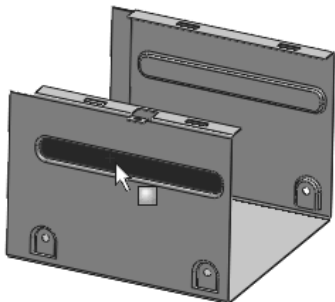
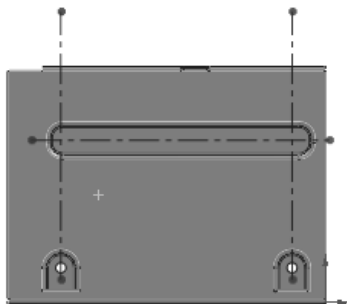

图 10-210 选择绘图基准面
图 10-211 绘制构造线
23) 绘制草图。单击图 10-210 所示的面作为基准面, 单击“草图”控制面板中的 (中心线) 按钮, 绘制三条构造线, 一条水平构造线和两条竖直构造线, 两条竖直构造线通过箭头所指圆的圆心, 如图 10-211 所示。添加水平构造线如图 10-212 所示。